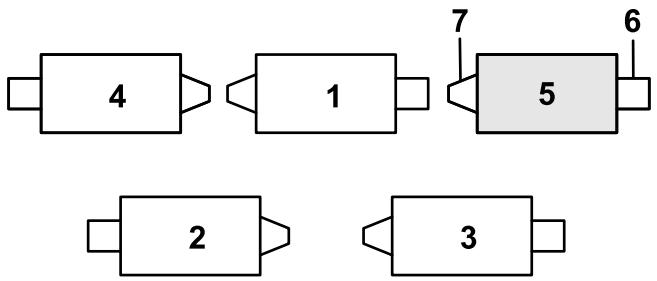

Bild 11
1. Wenn der Splint im hinteren Loch der Kompensierungsfederstange installiert ist, entfernen Sie den Splint und setzen Sie ihn in das Loch neben der Halterung ein (Bild 11).